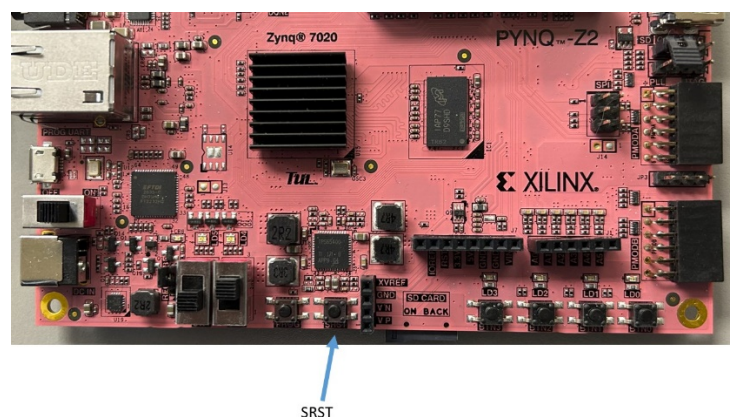

Figure 18
- 1) Entre chaque exécution de Debug Configurations, assurez-vous de faire un reset (voir bouton SRST sur figure 18) sur la carte. Surtout si le message suivant apparaît :